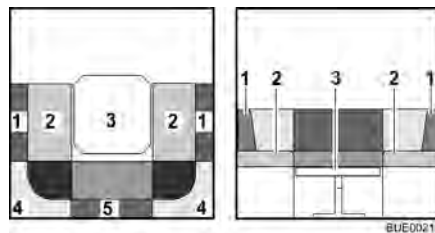

Fig. 81 Durante la trasformazione
- Rimuovere i cuscini dello schienale (Fig. 81,4 e 5) e riporli.
- Tirare i cuscini del divano (Fig. 81,2) verso il centro del tavolo.
- Posizionare i cuscini dello schienale (Fig. 81,1) tra i cuscini del divano e la parete esterna. Rispettare la forma cuneiforme.